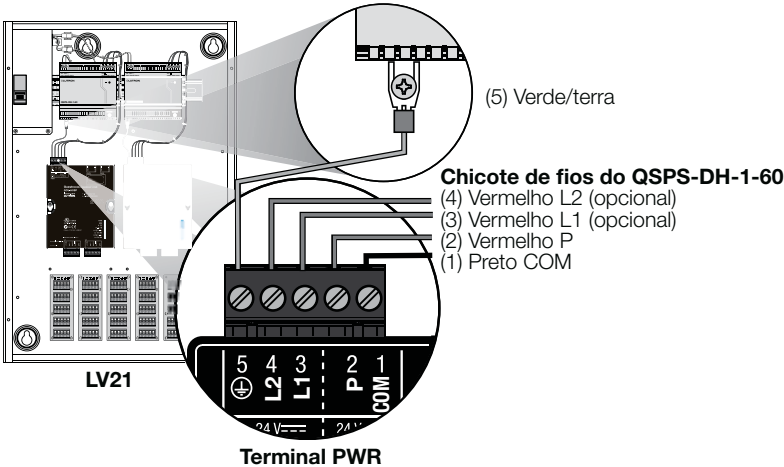

Figura 3 – LEDs de diagnóstico
- 5. Verifique a operação:** confirme se a unidade está recebendo energia, observando o LED PWR na parte frontal. Outras informações podem ser obtidas pelos LEDs adicionais de diagnóstico da unidade. Veja na **figura 3** as explicações dos demais LEDs de diagnóstico.